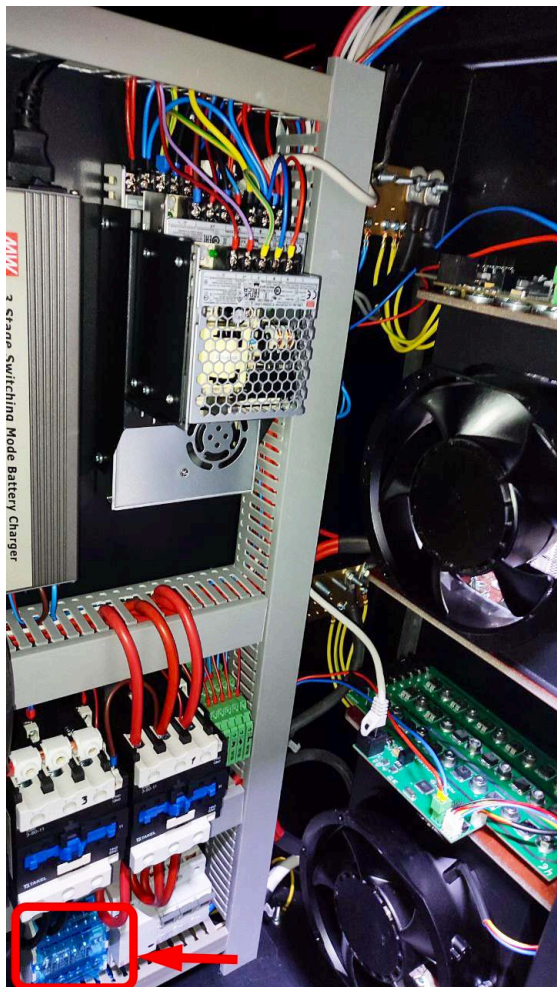

Рисунок 10
4. Подключите провода питания блока питания (поз. 1 рис. 6) к силовому клеммнику см. рис. 10.